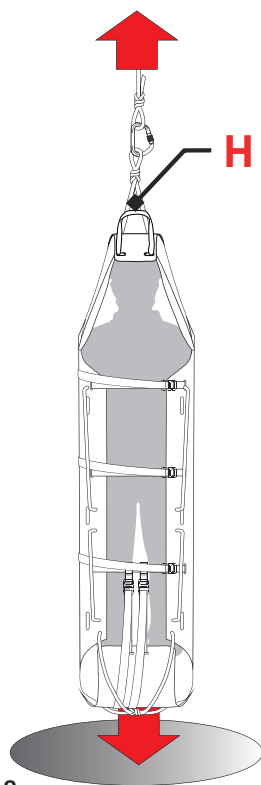

Fig.18
Resistenza statica Verificata mediante sollevamento verticale con la corda statica (fig. 18):	1200 kg
- **Calate e recuperi nel vuoto (fig. 18)** mediante corda (H)